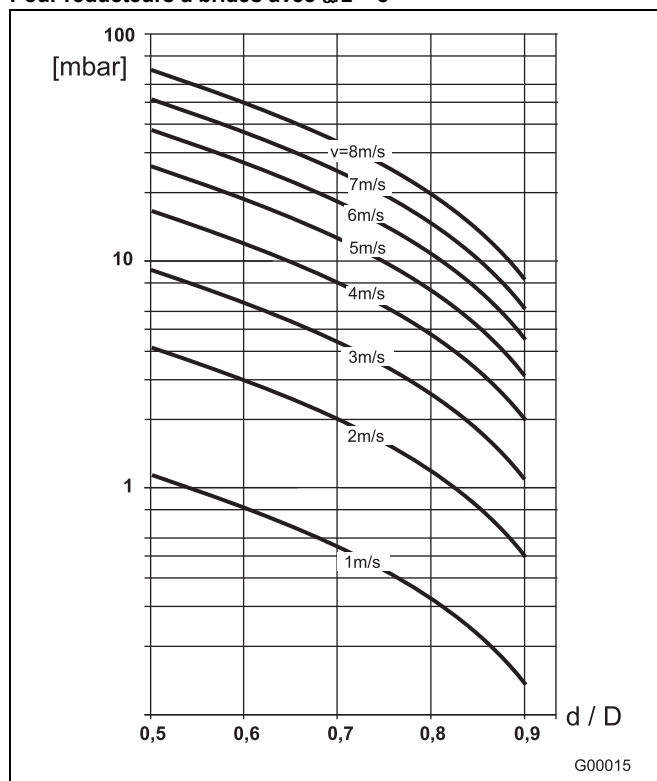

Fig. 25
- Consulter le nomogramme de débit (Fig. 25) pour connaître la vitesse d'écoulement.
- Lire la perte de pression sur l'axe Y dans la fig. 25.